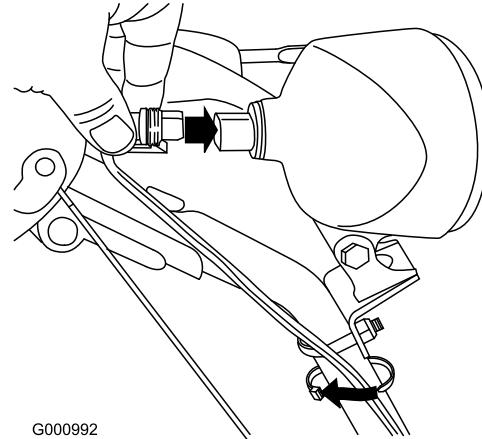

Figure 12
- Branchez directement le connecteur qui est au bout du fil à l'arrière du phare et enfoncez-le bien en place (Figure 12).
Remarque: Assurez-vous que l'attache en plastique du connecteur se trouve en bas (Figure 12).
- Attachez un serre-câble (pris dans le sachet de pièces détachées) autour du câble et du guidon à environ 2,5 cm (1 pouce) en dessous de l'étrier fileté (Figure 12).